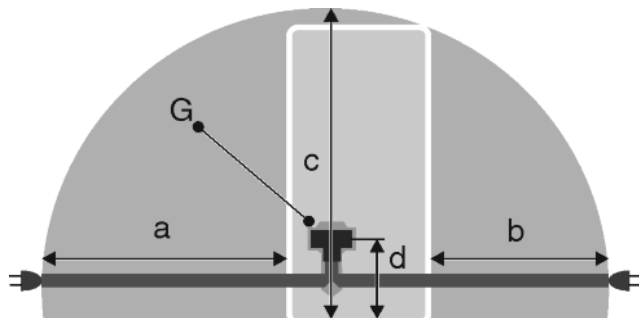

Fig. 19
- La presa non deve trovarsi nella zona posteriore dell'apparecchio, ma entro la zona indicata Fig. 19 (a, b, c).
- ▶ Inserire la spina Fig. 19 (G) sul retro dell'apparecchio. Assicurarsi che si innestino correttamente.